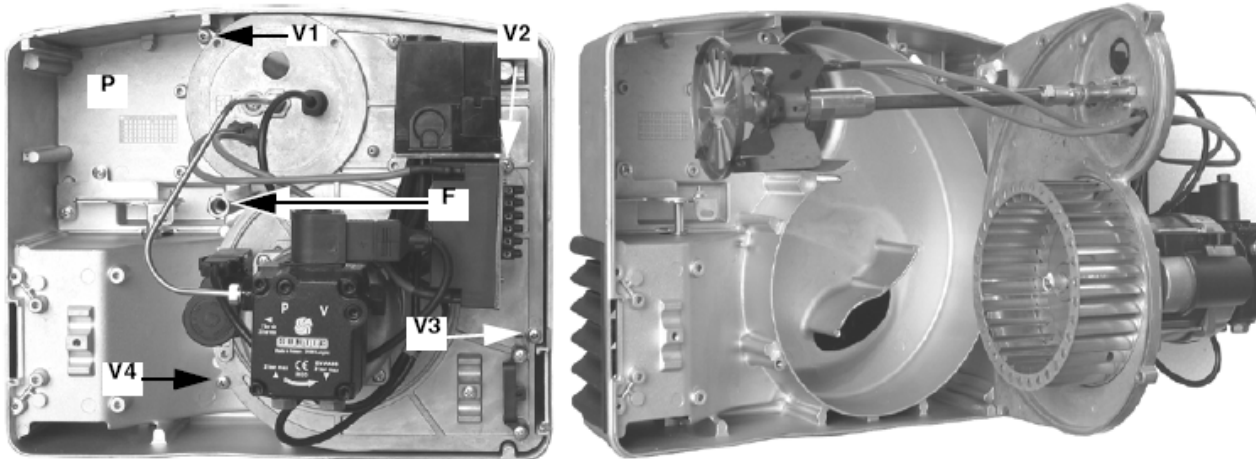

Fig. 9
4. Agganciare la piastra come indicato in Fig. 9 per facilitare le operazioni di manutenzione.